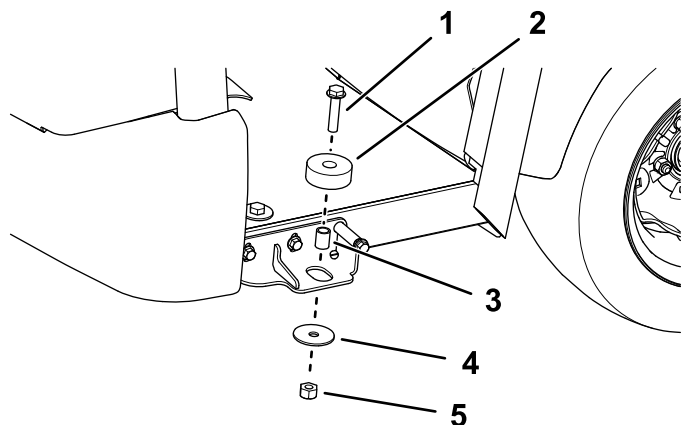

Рисунок 28
6. Установите 2 резиновых изолятора с помощью болта с фланцевой головкой ( $\frac{1}{2}$  x  $2\frac{1}{4}$  дюйма), проставки, шайбы и контргайки на каждой стороне (Рисунок 28).